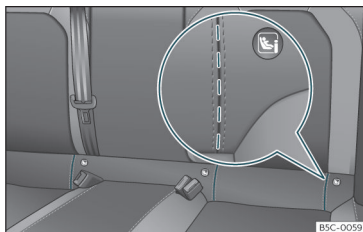

Fig. 27 Sedile posteriore: aperture praticate per accedere agli occhielli di fissaggio del sistema ISOFIX/i-Size.
veicoli, gli occhielli sono fissati al telaio del sedile e in altri al piano posteriore. Gli occhielli “ISOFIX” si trovano tra lo schienale e il cuscino del sedile posteriore» **fig. 27**. Gli occhielli Top Tether si trovano nella zona posteriore degli schienali posteriori (dietro lo
- In primo luogo, aprire manualmente l'area punzonata situata dietro le fessure contrassegnate per accedere agli anelli di fissaggio >>> **fig. 27**.